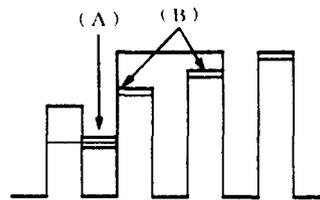

图13
1. 用R611将图13所示的位置(A)调至0水平。
2. 用L601将图13所示的差值(B)调制最小。